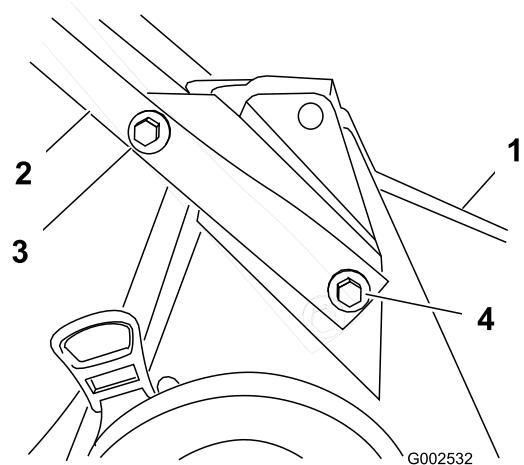

Figure 3
- Montez la poignée sur le carter de tondeuse à l'aide de 2 boulons (5/16 x 7/8 po), 2 boulons (5/16 x 1-1/2 pouces), 4 rondelles et 4 contre-écrous (Figure 3).